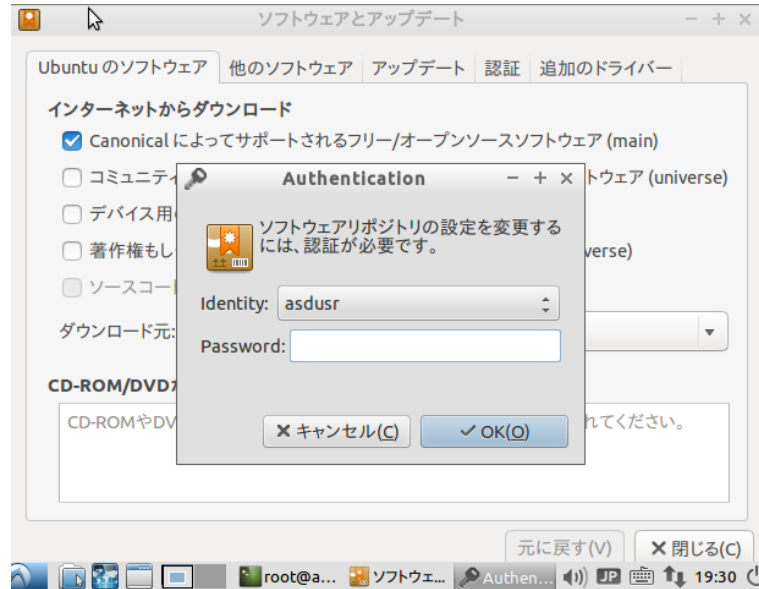

図 3-6-2. ソフトウェアとアップデート設定画面
② [Ubuntu のソフトウェア] タブや [アップデート] タブで許可したい項目にチェックを入れてください。一回目のチェックの時のみ図 3-6-2 のような認証を要求されます。パスワードを入れて [OK] を押してください。